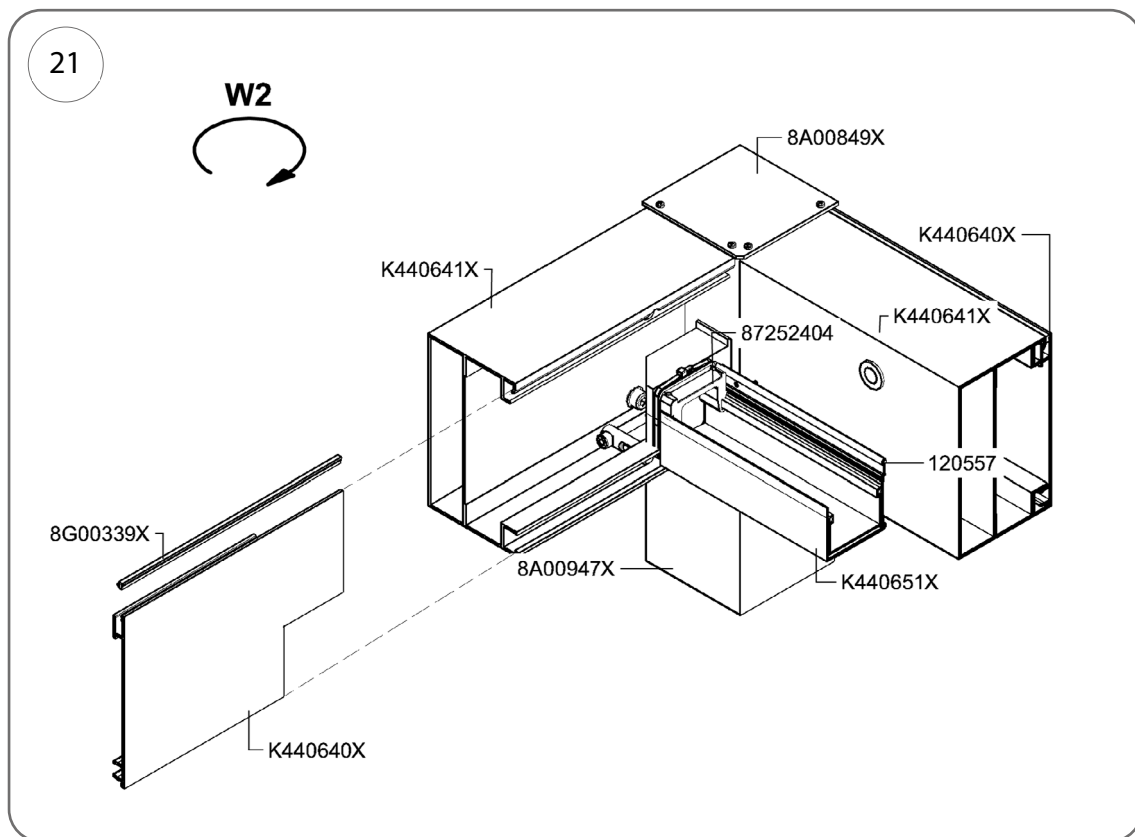

Fig. 21
- due gruppi di grondaie sono terminati con gomiti, cod. art. 8A00947X quando il drenaggio del tetto è assicurato da 4 montanti (Fig. 21),